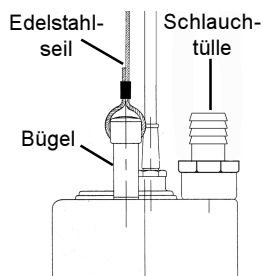

Bild 1
- Das 1 ¼“ Außengewinde der losen Schlauchtülle dicht und fest in den Druckausgang der Zubringerpumpe einschrauben, siehe Bild 1.
- Befestigen Sie das Edelstahlseil des "Revisions-Set Tauchpumpe" mittels der Seilklemmen an dem Bügel der Zubringerpumpe, siehe Bild 1.